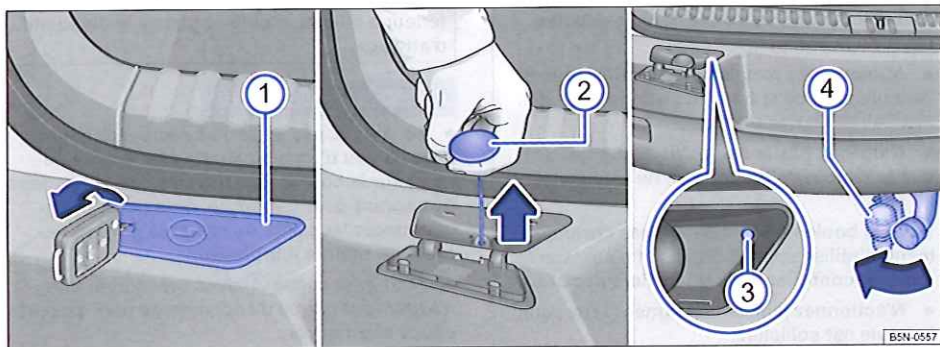

Fig. 109 Dans le pare-chocs arrière : basculement de la boule d'attelage.
- Introduisez un objet approprié (panneton, tournevis, etc.) dans l'ouverture du cache ⇒ **fig. 109 ①** et retirez-le du pare-chocs dans le sens de la flèche.
- Assurez-vous que personne, ni aucun objet, ne se trouve dans le débattement de la boule **④**.
- À l'aide de la poignée **②**, tirez le câble de traction jusqu'en butée dans le sens de la flèche puis relâchez lentement le câble et la poignée **②**.
- Faites basculer davantage la boule **④** jusqu'à ce qu'elle s'encliquette de manière audible et perceptible et que le témoin de contrôle **③** situé à côté de la poignée **②** s'allume.
- Clipsez le cache **①**.